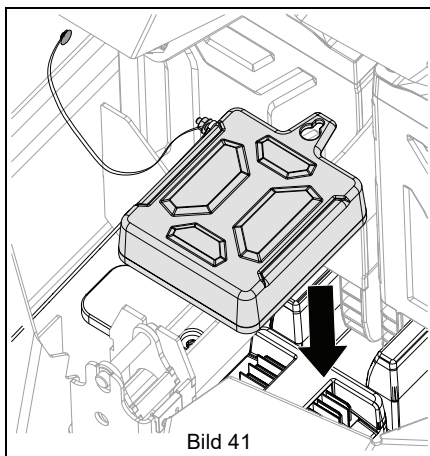

Bild 41
3. Placera kåpan över de synliga batteristiften på skenan. Se Bild 41.